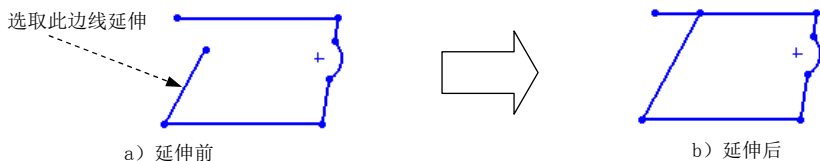

图 2.13.3 延伸草图实体
Step2. 延伸草图实体(图 2.13.3)。选择下拉菜单 **工具(T)** → **草图工具(T)** →  **延伸(E)** 命令; 在图形区选取图 2.13.3a 所示的直线, 系统自动将该曲线延伸到最近的边界。